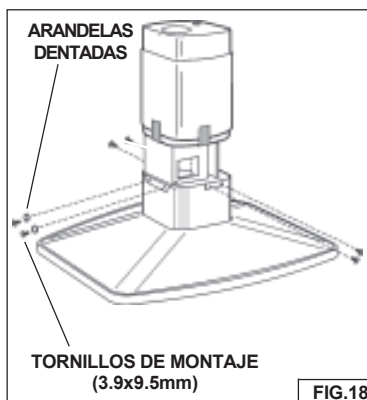

FIG.18
- Fije la campana al armazón de soporte con seis tornillos de montaje de 3.9 x 9.5 mm y dos arandelas onduladas. Fig.18.